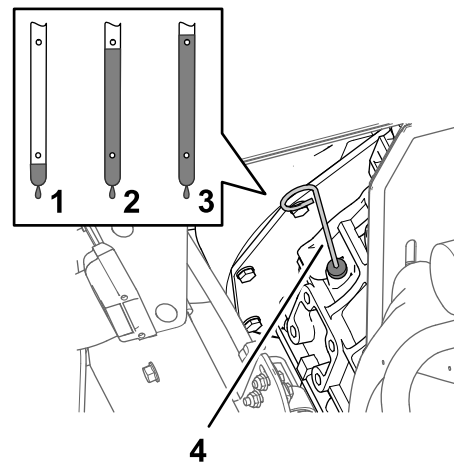

图 77
6. 取出量油尺并检查发动机中的机油油位 (图 77)。
7. 慢慢注入规定油量的剩余部分使油位达到量油尺上的“已满”标记处 图 77。